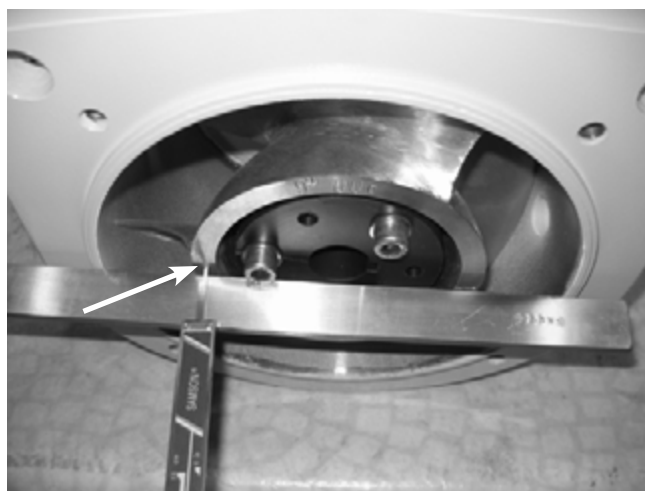

Рис. 3.4-3
2. Поместить линейку у заднего края конуса (как это показано на рис. 3.4-3) и измерить расстояние от заднего края конуса до заднего края импеллера.